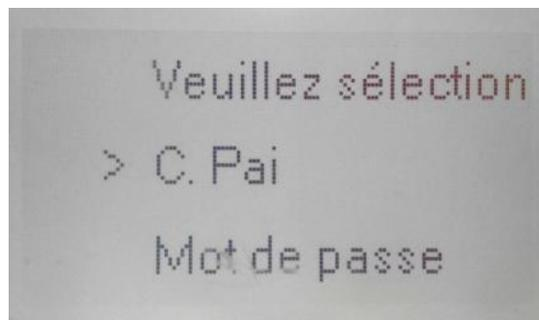

Figure 4-10
- c) Sélectionnez la carte principale, puis cliquez sur "#" pour confirmer. Voir Figure 4-10.